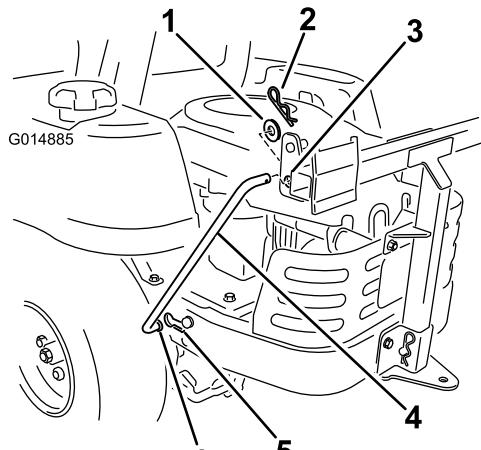

Figura 14
5. Instale dos varillas de apoyo, una en cada lado del bastidor del ensacador. Localice la ranura en forma de bocallave en el bastidor de la máquina, e instale el extremo doblado abocinado de la varilla en la ranura (Figura 14). Mueva la varilla hacia atrás para asentarla en el bastidor.
6. Introduzca los extremos doblados de la varilla en el bastidor del ensacador según se muestra en Figura 14. Sujete el extremo de la varilla con una arandela y un chaveta.